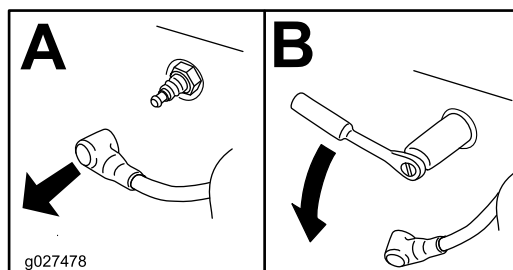

Figura 27
4. Retire la(s) bujía(s), tal y como se muestra en la Figura 27.